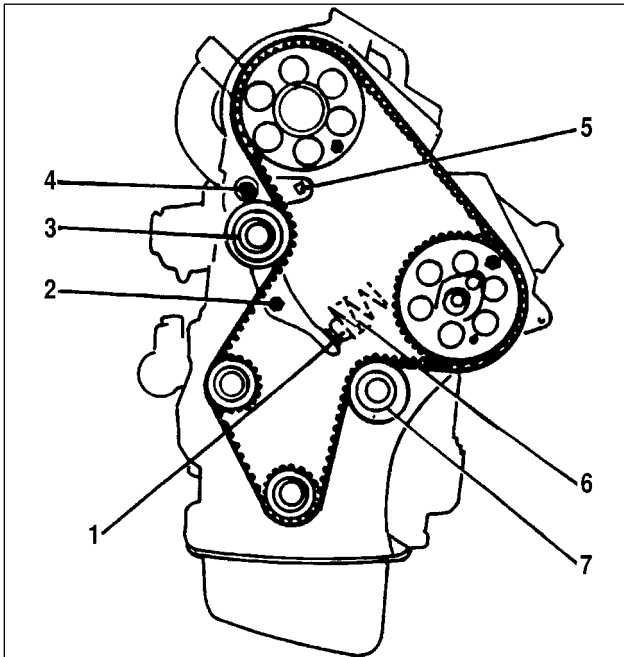

Fig. 9-22. Dépose et repose de la courroie du mécanisme de distribution des gaz:
- desserrer l'écrou 2 et le boulon 4 (fig. 9-22);
- s'assurer que le volant, les poulies du vilebrequin et de la pompe de carburant sont dans la position de calage et sont fixées, le rouleau immobile 7 (voir la fig. 9-22) et le rouleau tendeur 3 tournent librement, que le plongeur 1 et le ressort 6 sont libres dans le corps du tendeur;